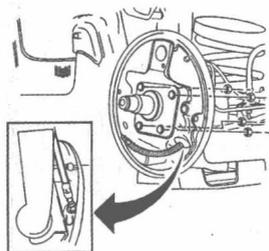
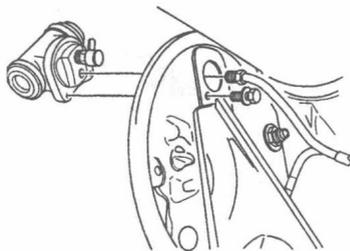

图 1-21 拆卸制动蹄部件
图 1-22 拆卸轮毂总成
- (1) 举升并妥善支撑车辆。
- (2) 拆卸制动蹄部件, 如图 1-21 所示, 包括完全拆卸驻车制动器和夹持器。
- (3) 拆卸轮毂总成至底板的固定螺母。
- (4) 拆卸制动管路并塞住管路开口, 以免制动液流失或污染。
- (5) 拆卸车轮制动分泵总成。
- (6) 拆卸轮毂总成, 如图 1-22 所示。
- (7) 如果是防抱死制动系统 (ABS) 制动器, 则断开连接车轮速度传感器的电缆。
- (8) 分离底板和衬垫。